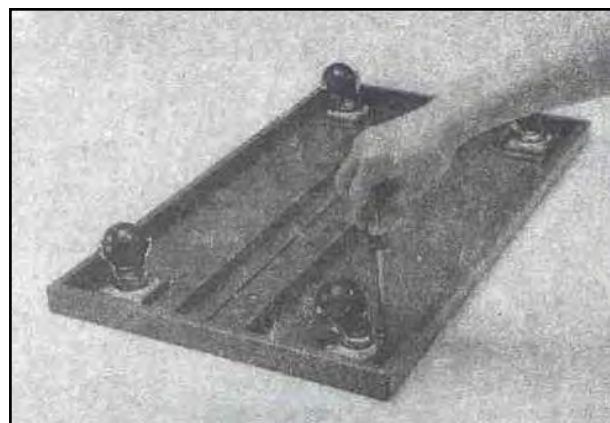

Figura 7- Montaggio delle ruote.
Capovolgete la base (D) e montate le quattro ruote pivotanti (E) avvitando le viti nelle relative sedi tramite un cacciavite adeguato (Figura 7).